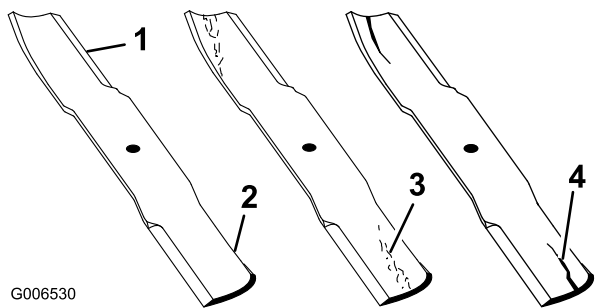

Figura 41
1. Inspeccione los fillos de corte (Figura 41).
2. Inspeccione las cuchillas, especialmente la parte curva (Figura 41).
Nota: Si observa daños, desgaste o la formación de una ranura en esta zona (elemento 3 en la Figura 41), instale inmediatamente una cuchilla nueva.